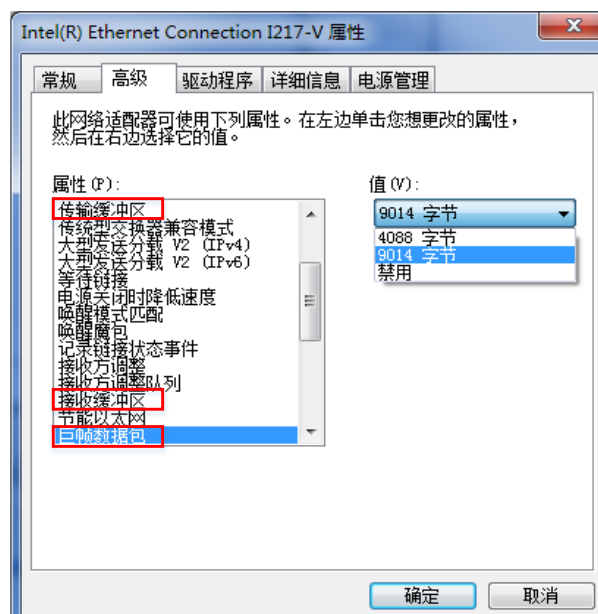

图3-2 网卡属性高级设置
2. 依次打开“控制面板”>“硬件和声音”>“设备管理器”>“网络适配器”，选中对应的网卡，打开属性中的“高级”菜单，如图 3-2 所示。